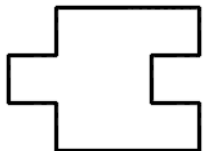

图 3-37 已有的多段线图形
- 1) 打开“矩形阵列操练.dwg”，已有的多段线图形如图 3-37 所示。